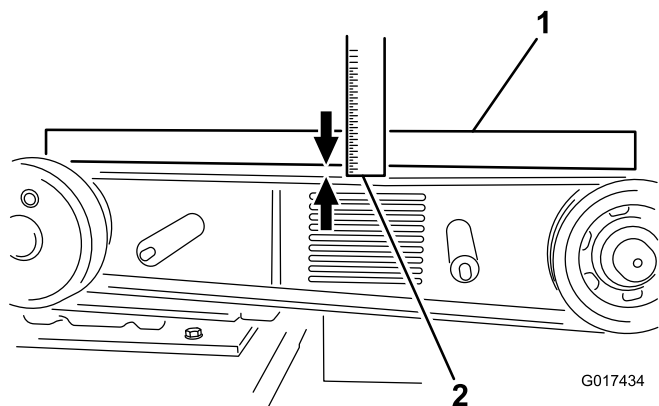

Figure 19
6. Placez une règle en travers des poulies d'embrayage et du volant moteur, serrez le boulon de tension de la courroie de sorte à obtenir une flèche de 1 cm (0,40") lorsqu'une pression de 6,8 kg (15 lb) est exercée au centre du brin (si vous retendez une courroie existante), ou lorsqu'une pression de 8 kg (18 lb) est exercée sur une courroie neuve (Figure 19).